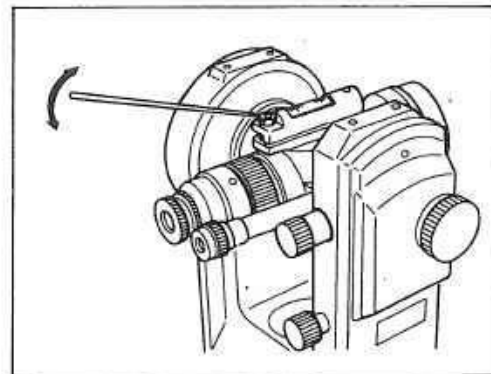

図63
- 4) 次に望遠鏡を正位にし、高度目盛を90°に合わせて、望遠鏡気泡管②の調整を行ないます。気泡が中央からずれていれば、調整ピンを使い上下の望遠鏡気泡管調整ナット①によって気泡を中央に合わせます。更に望遠鏡を覗いて横十字線がa、bの midpoint からずれていないことを確認して下さい。(図63)